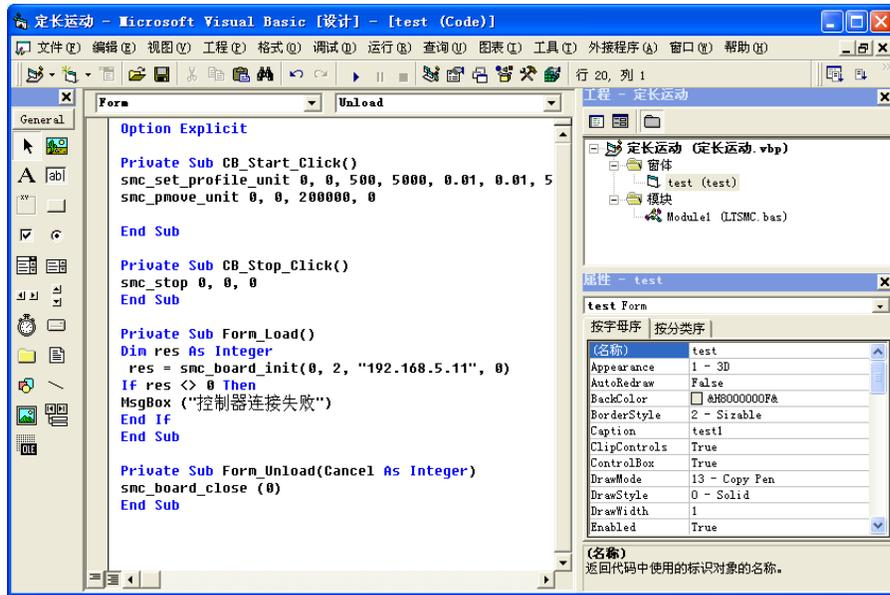

图6-14 程序中调用运动控制器库函数
6) 如图6-14所示, 双击窗口控件, 在Form_Load 事件中添加代码smc_board_init。选择UnLoad事件, 在Form_Unload 事件中添加代码smc_board_close 双击“启动”按钮, 在CB_Start_Click 事件中添加代码如下: